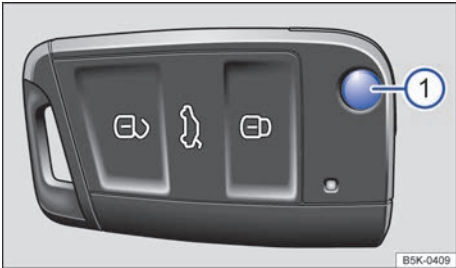

图 18 轿车钥匙
按压按钮 ⇒ 图 18 ① 即可解锁并翻开钥匙头。
如短时间内反复按压轿车钥匙上的按钮 ⇒ 图 18 或中央门锁某个按钮 ⇒ 第 40 页，则中央门锁系统将暂时关闭，防止系统过载。此时轿车解锁，必要时闭锁轿车。